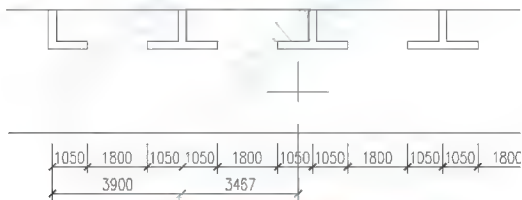

图 3.46 连续标注自动连接到刚才所标注的尺寸线上
(3) 执行菜单栏中的【标注】|【连续】命令，光标自动连接到刚才用【基线】标注命令所标注的尺寸线上，如图 3.46 所示。